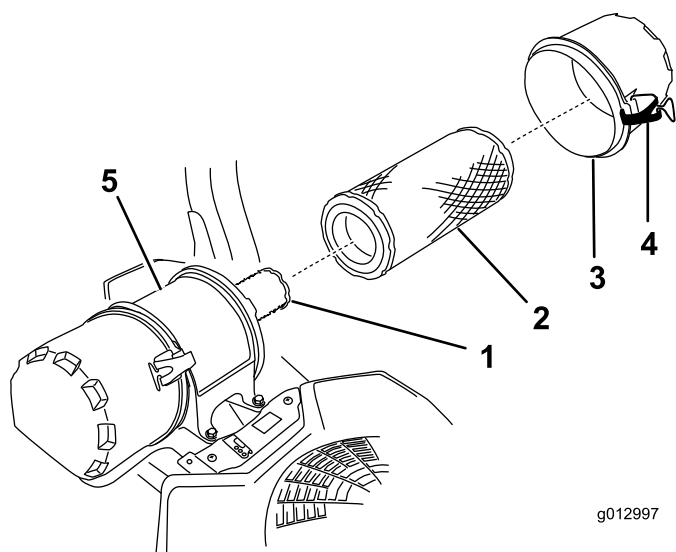

Figure 37
- Ouvrez les dispositifs de verrouillage du filtre à air et détachez le couvercle du boîtier du filtre (Figure 37).
- Sortez le préfiltre du boîtier du filtre avec précaution (Figure 37).
- Si vous remplacez l'élément intérieur, insérez-le avec précaution dans le boîtier du filtre (Figure 37).
- Placez ensuite le préfiltre sur l'élément de sécurité avec le même soin (Figure 37).
- Remettez en place et verrouillez le couvercle du filtre à air (Figure 37).